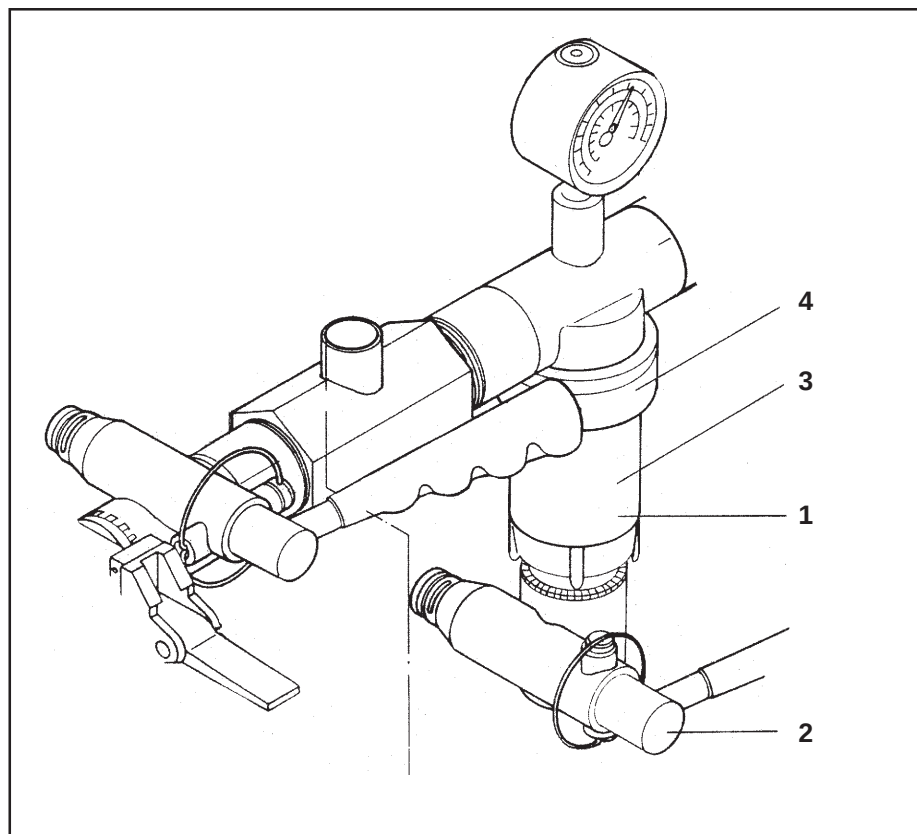

Рис. 7.7
- Отсоединить трубопровод, соединяющий смеситель и ступенчатый кран (рис. 7.7/2) (только с арматурой управления “B” и “D”).
- Отсоединить отстойник фильтра (рис. 7.7/3 или 7.8/2) от головки фильтра (рис. 7.7/4 или 7.8/4).